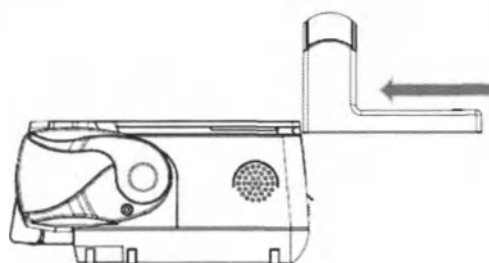

Рис. 12. Установка ручки для переноски
С помощью направляющих (1) на верхней части корпуса насоса и в ручке установите ее, как показано на рис. 12.